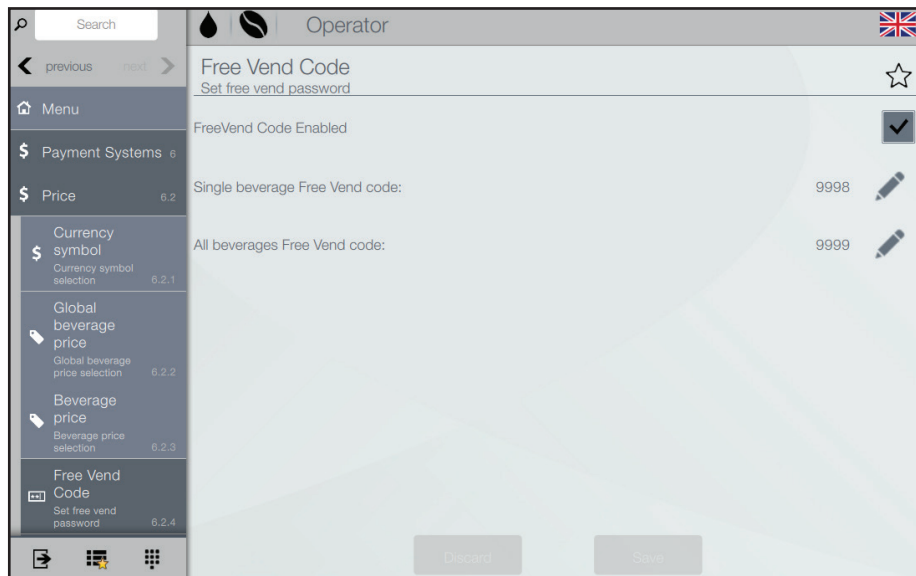

図7.1 - 無料販売コード
- 無料販売コードを有効にしたり、無効にしたり、変更したりします (図 7.1)。